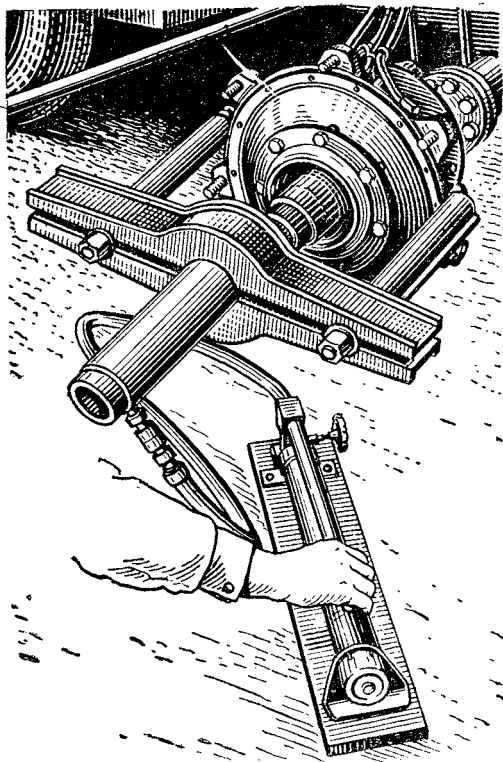

Рис. 3. Спрессовка ступицы колеса универсальным приспособлением УК-2А и гидравлическим прессом ГП-20
6. Установить (рис. 3) универсальное приспособление УК-2А и спрессовать ступицу 14 (рис. 2) в сборе с роликоподшипниками 19 и 21.